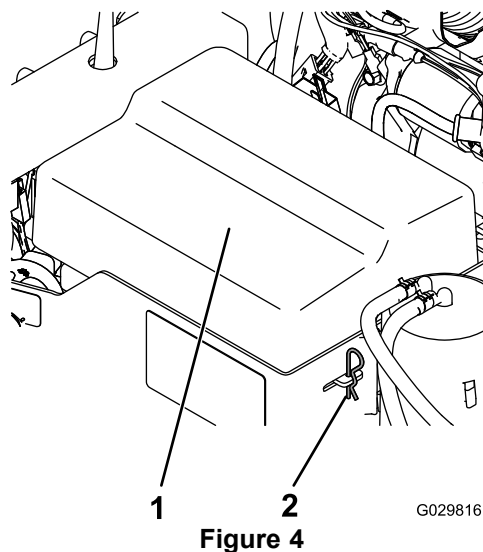

Figure 4
1. Détachez les clips qui retiennent le couvercle de batterie sur le compartiment de batterie (Figure 4).